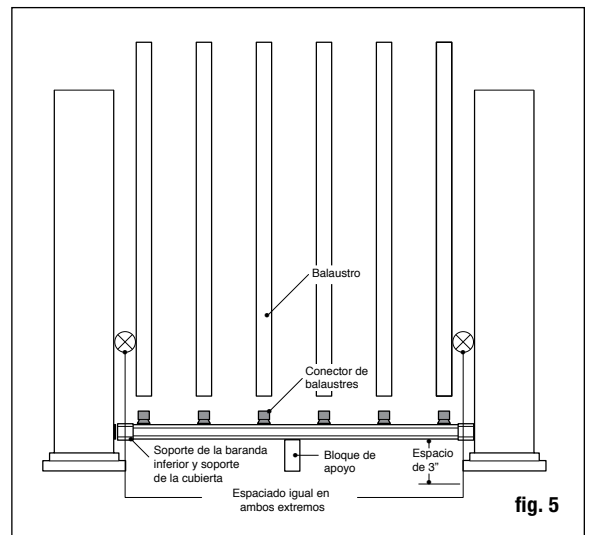

fig. 5
**Paso 6** Mida la distancia entre las coberturas de poste instaladas para determinar la longitud de los barandales superior e inferior. Posicione el barandal inferior al lado de los postes y ajústelo de modo que la distancia entre el primer agujero de balaustre y el poste sea mayor a 2" e igual en ambos extremos (consulte la fig. 5). Marque el barandal. Corte el barandal inferior. Corte el barandal superior con el mismo espaciamiento y longitud.
de poste y del barandal. Sujete el soporte lineal a la cobertura del poste usando los tornillos cuadrados de cabeza cilíndrica #8 - 15 x 2" - #2 y luego sujete el soporte lineal al barandal usando tornillos cuadrados autorroscantes de cabeza cilíndrica #10-16 x 3/4" - #2 (fig. 5).
**Paso 10** Coloque las cubiertas de soportes del barandal lineal y los soportes lineales en los extremos del barandal superior. Posicione el barandal superior colocando los conectores de balaustre dentro de los balaustres mientras trabaja de un extremo a otro. Revise el nivel del barandal. Usando el soporte lineal como guía, marque las posiciones de los tornillos en la cobertura del poste y en el barandal en ambos extremos. Pretaladre agujeros guía de 1/8" a través de la cobertura de poste y del barandal. Sujete el soporte lineal a la cobertura del poste usando los tornillos cuadrados de cabeza cilíndrica #8 - 15 x 2" - #2 y luego sujete el soporte lineal al barandal usando tornillos cuadrados autorroscantes de cabeza cilíndrica #10-16 x 3/4" - #2 (fig. 5).